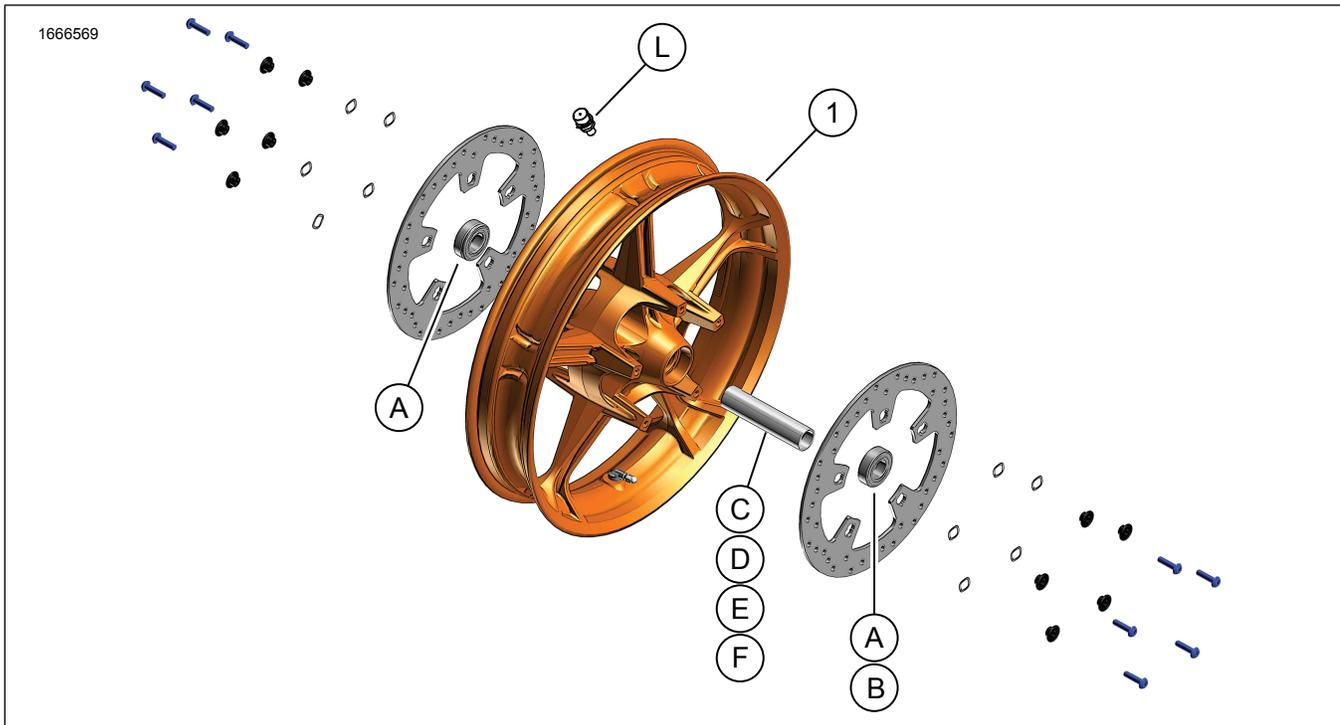

Abbildung 1. Ersatzteile: Vorderrad
1. Siehe Abbildung 1. Die Ventilschaft-Baugruppe (N) am Rad anbringen. Siehe Werkstatthandbuch.